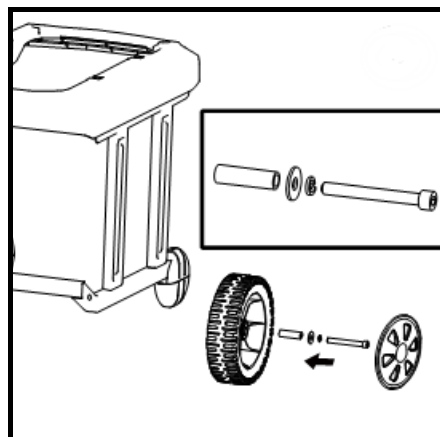

Rys. 4
3. Zsunąć pojemnik z ramy podstawy (Rys. 4)